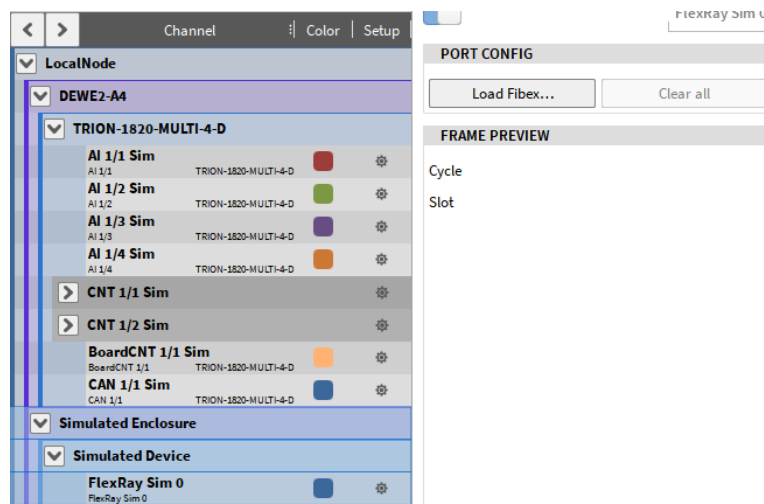

Abb. 4.59: FlexRay-Kanaleinstellungen
- Klicken Sie auf das Zahnrad und öffnen Sie die Kanaleinstellungen (blau markiert in Abb. 4.58). Das entsprechende fibex-file kann durch einen Klick auf *Load Fibex...* ausgewählt werden (siehe Abb. 4.59).
- Weitere Kanäle können später einfach durch erneutes Laden des fibex-Files ausgewählt und hinzugefügt werden. Der *Clear all* Button (siehe Abb. 4.59) löscht die aktuelle Kanalauswahl.